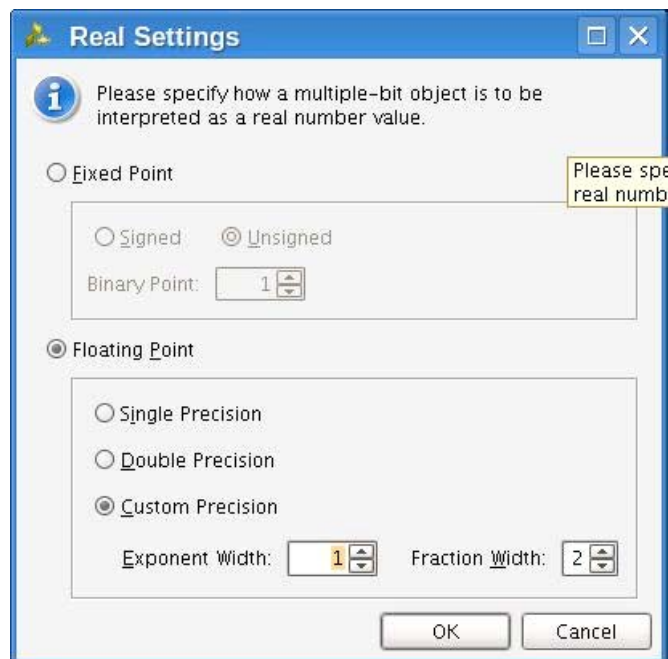

図 6-3 : [Real Settings] ダイアログ ボックス
- 実数基数を使用すると、バスの値は固定小数点または浮動小数点の実数として処理されます。これは、55 ページの図 6-3 に示す [Real Settings] ダイアログ ボックスの設定によって決まります。